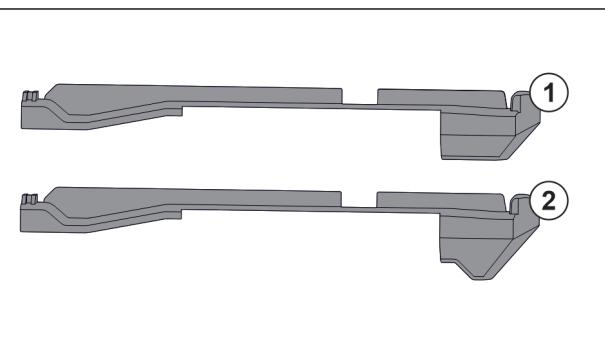

Fig. 83 Сравнение вставных частей
В устройстве находятся две разные вставные части. Вставная часть над самым нижним выдвижным ящиком Fig. 83 (2) имеет треугольную кромку. Все прочие вставные части Fig. 83 (1) имеют прямую кромку.
- Установите вставную часть Fig. 83 (2) с треугольной кромкой над самым нижним выдвижным ящиком.
- Установите вставную часть Fig. 83 (1) с прямой кромкой на все прочие места.